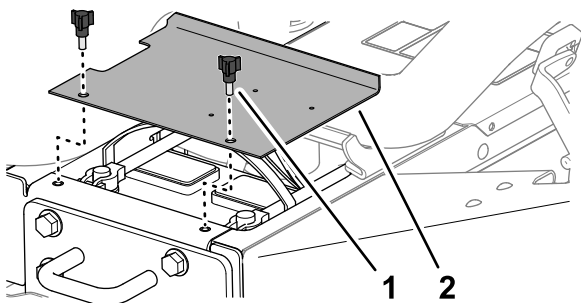

Figura 57
1. Eliberați clichetele din partea stângă i dreaptă a capotei (Figura 57).